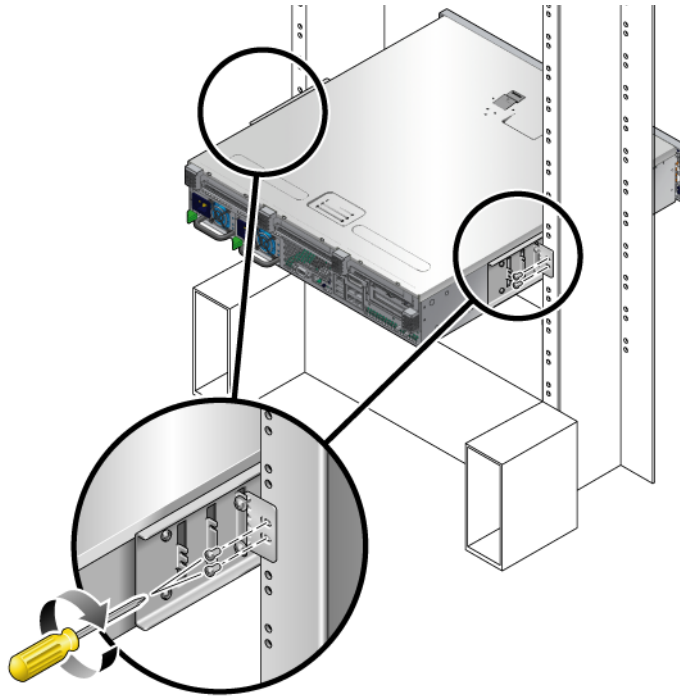

FIGURE 4-13 Fixation de la plaque arrière au rack
d. À l'aide de deux vis, fixez l'autre côté de la plaque arrière à l'arrière du montant (FIGURE 4-13).